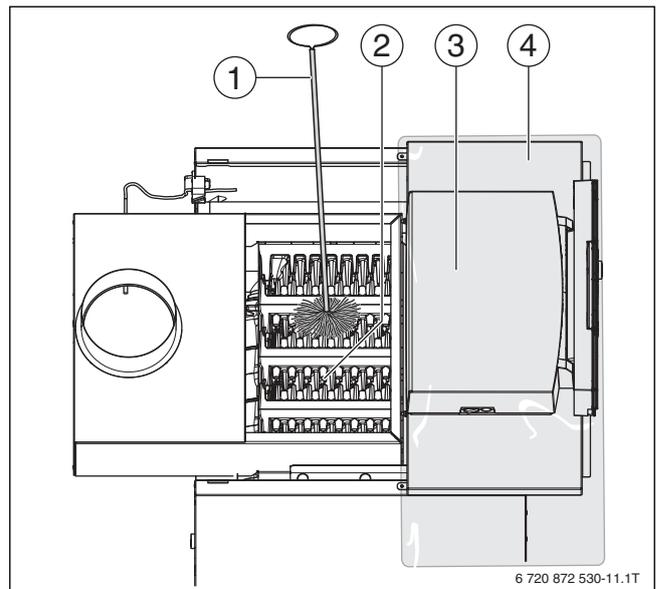

Рис. 46 Чистка газоотводящих каналов
- ▶ Снимите крышку люка для чистки с коллектора дымовых газов (→ рис. 46 [2], стр. 38).
- ▶ При креплении щитка горелки (→ рис. 46 [2], стр. 38) слегка затяните четыре винта.